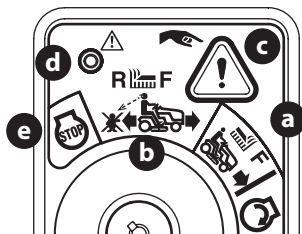

Figure 28
2. Tournez la clé de la position de tonte normale  (a) à la position de tonte en marche arrière  (b) à la position d'allumage (Figure 28).
- Appuyez sur le bouton de marche arrière  (c) situé dans le coin supérieur droit du module de commutateur d'allumage. Le témoin lumineux rouge (d) dans le coin supérieur gauche s'allume lorsque le bouton de marche arrière est activé (Figure 28 à la page 95).
- Regardez toujours derrière vous et par terre avant de reculer et lorsque vous reculez pour vous assurer qu'il n'y a pas d'enfants à proximité. Après avoir repris la marche avant, tournez la clé à la position de tonte normale  (a) (Figure 28 à la page 95).
- Le mode de tonte en marche arrière  (b) demeure activé jusqu'à ce que (Figure 28 à la page 95):